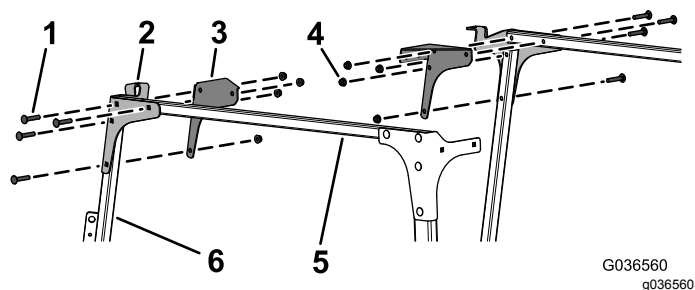

Figure 9
8. Fixez légèrement les plaques avant gauche et droite et les goussets d'angle aux tubes de liaison transversales, et les supports de pare-brise gauche et droit à l'aide de 8 boulons de carrosserie (5/16" x 1 3/4") et 8 écrous à embase (5/16"), comme montré à la Figure 9.